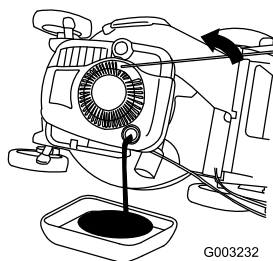

Figura 38
1. Ponga el cortacésped de lado (con el filtro de aire hacia arriba) para drenar el aceite usado a través del tubo de llenado de aceite (Figura 38).